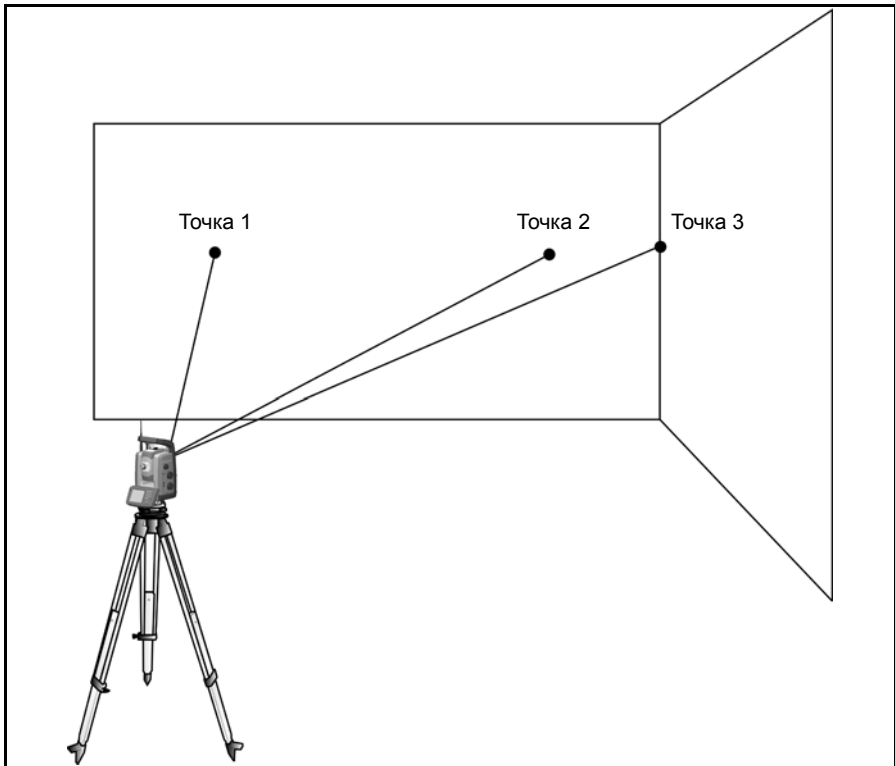

Рис. 6.49. Смещенное измерение
2. Наведите инструмент на угол, чтобы записать правильный горизонтальный и вертикальный угол. См. рис. 6.49.